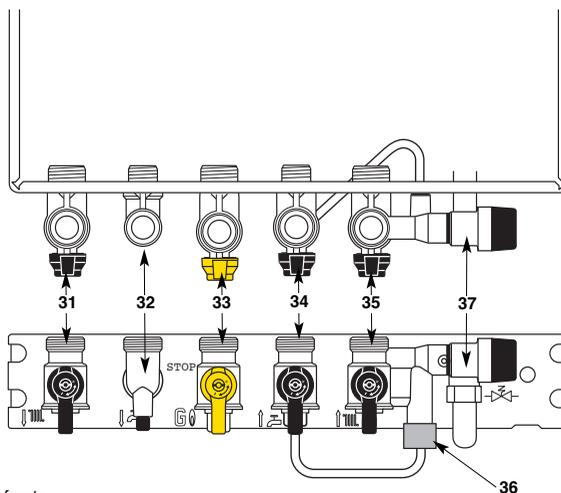

Fig. 22 - Vista dall'alto e di fronte
Barretta rubinetteria (fig. 22)
3. aprite l'arrivo del gas facendo ruotare il rubinetto **33** (fig. 22) posizionandolo su « ↓ ».
In determinati casi d'installazione, potrebbe verificarsi, dopo aver attinto acqua calda, un leggero riscaldamento della tubazione (ed eventualmente di un termosifone). Per evitare che ciò si verifichi, basta chiudere il rubinetto partenza riscaldamento **31** (fig. 22).
- escludete l'arrivo del gas posizionando il rubinetto **33** (fig.22), su «O»